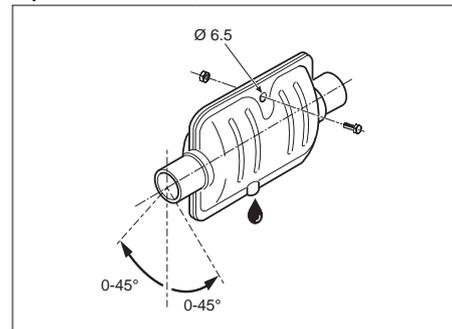

рис. 23: Монтажное положение глушителя отработанных газов
- ▶ Обеспечьте правильное монтажное положение. См. рис. 23.